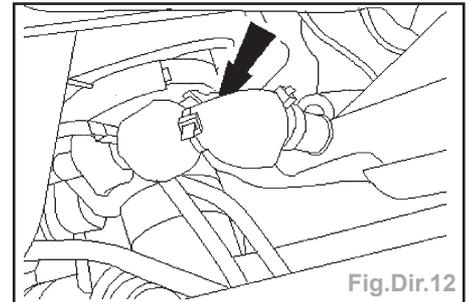

Fig.Dir.12
- Détacher les tuyaux de direction assistée du boîtier de direction (Fig.Dir.12).